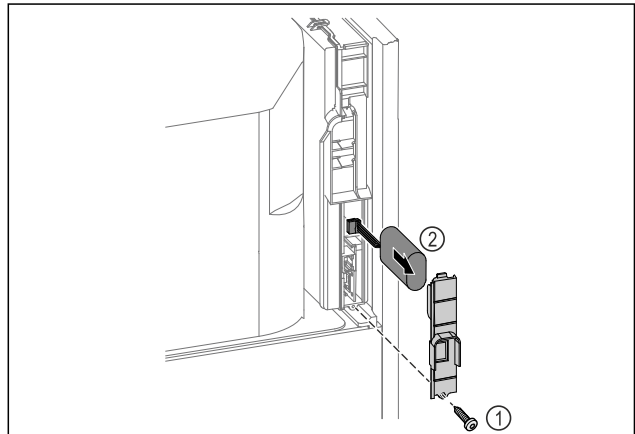

Fig. 219
- ▶ Desenroscar el tornillo y retirar la cubierta de la parte trasera del electrodoméstico Fig. 219 (1).
- ▶ Desconectar la batería y extraerla Fig. 219 (2).